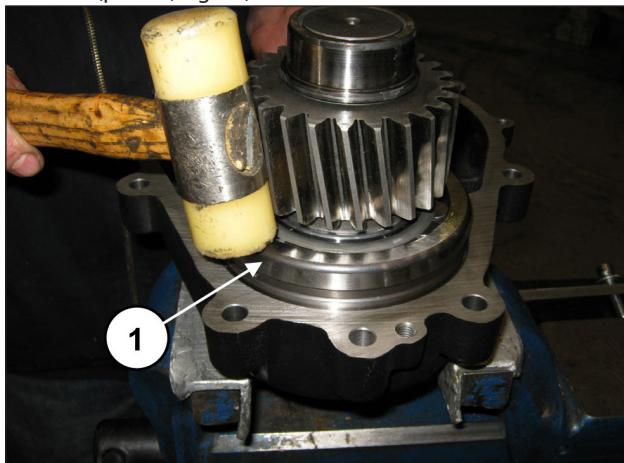

Fig. 87
Inserire il pignone premontato all'interno dell'apposita sede nel coperchio riduttore mediante l'utilizzo di una massa battente (pos. ①, Fig. 87).